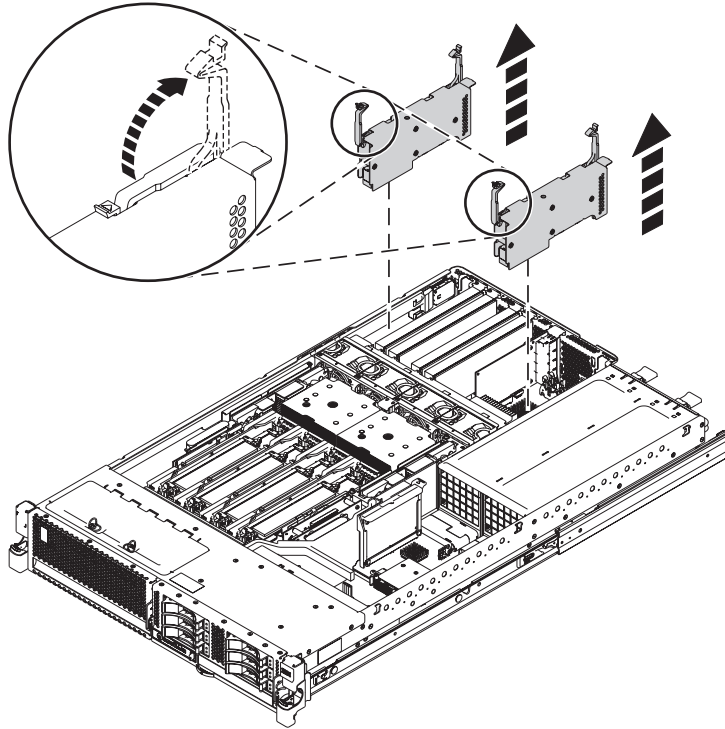

Figure 6. Retrait d'un adaptateur d'un système monté en armoire
14. Avec le système en position de maintenance, retirez le bloc d'adaptateurs existant comme indiqué dans la figure 6, à la page 10. Déverrouillez les taquets de l'adaptateur. Mettez les taquets en position ouverte, puis retirez l'adaptateur du système.